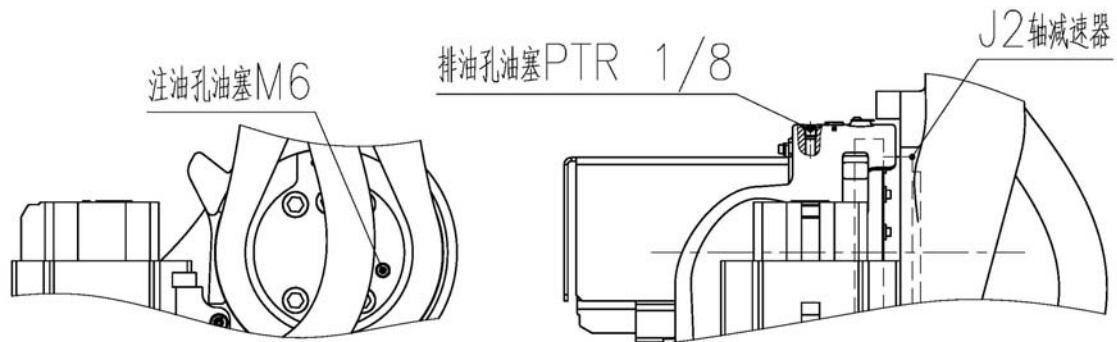

图 20 J2 轴减速机局部结构
(1) 油脂补充步骤（参考图 20）
- ④ 安装排油孔油塞前，低速运转 J2 轴几分钟，使多余的油脂从排油孔排出；
- ⑤ 用布擦净从排油孔排出的多余的油脂，在排油孔安装油塞。油塞的螺纹处要缠生胶带并用扳手拧紧。
(2) 油脂更换步骤（参考图 20）